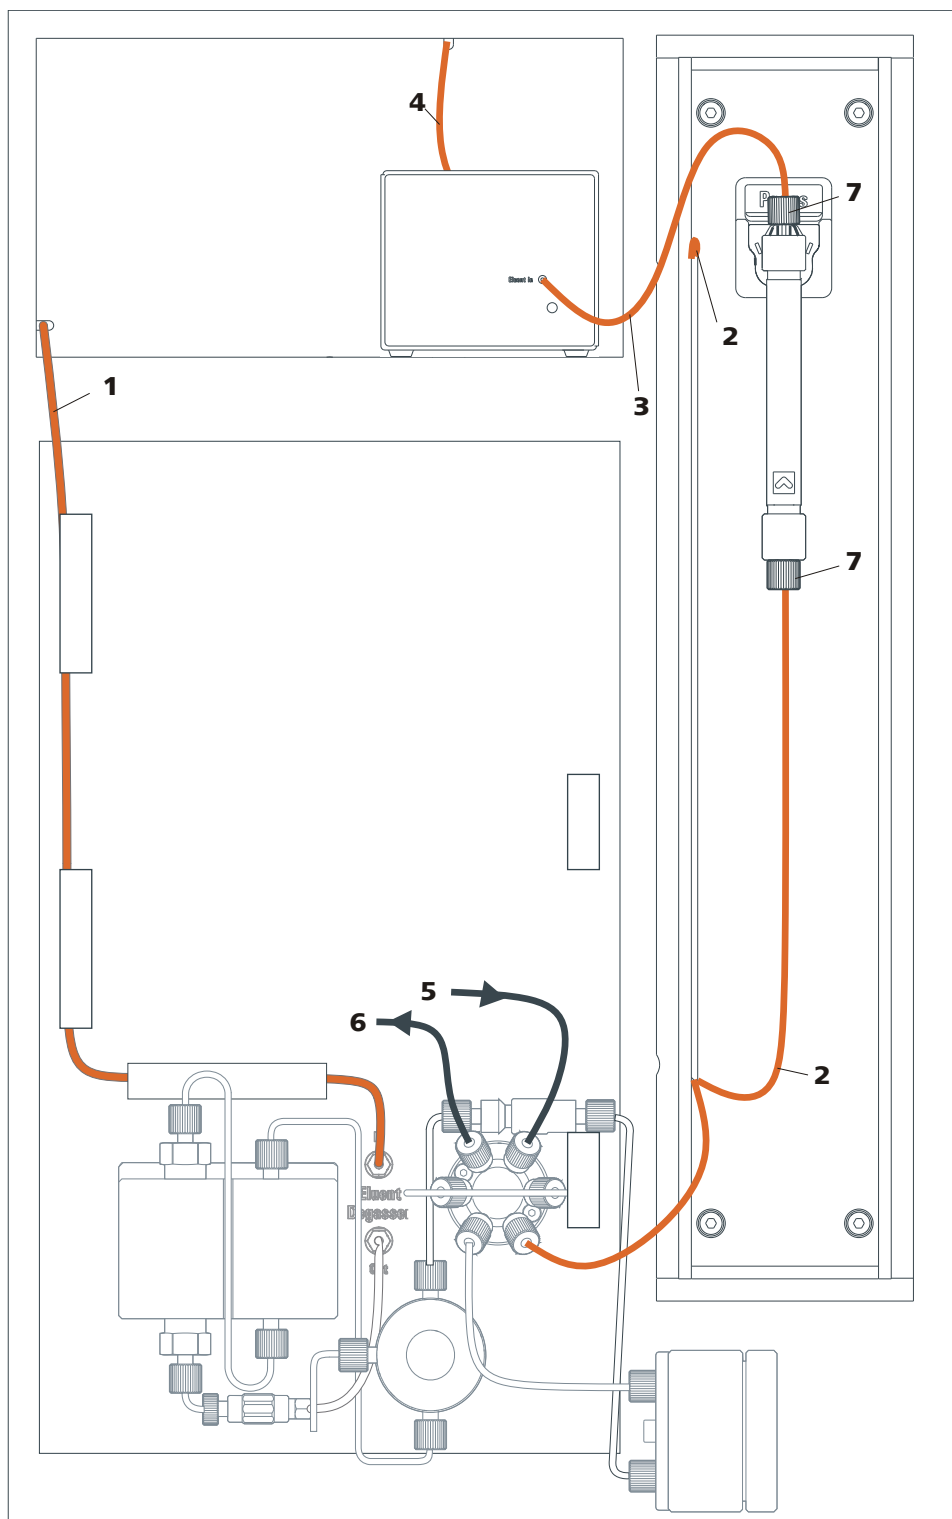

Abbildung 3 Installationsdiagramm 881 Compact IC pro – Cation
- ein Installationsdiagramm (*siehe Abbildung 3, Seite 13*), welches ein vollständig installiertes 881 Compact IC pro – Cation darstellt.